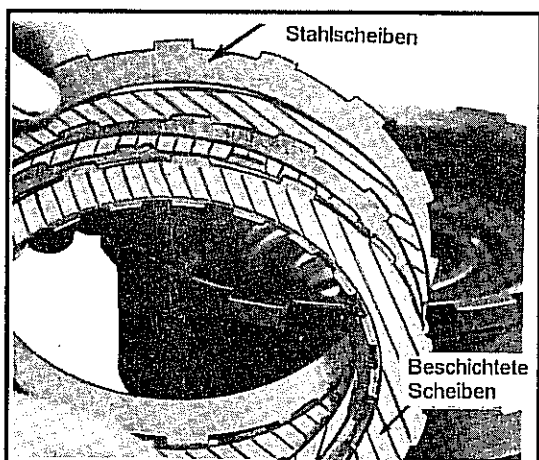

Abb. 10-88 Montage des Lamellenkupplungsatzes
- Die einzelnen Scheiben des Lamellenkupplungssatzes mit Automatikgetriebeöl vorschmieren und mit einer Stahlscheibe beginnend abwechselnd eine Stahlscheibe und eine beschichtete Scheibe einlegen. Siehe Abb. 10-88.